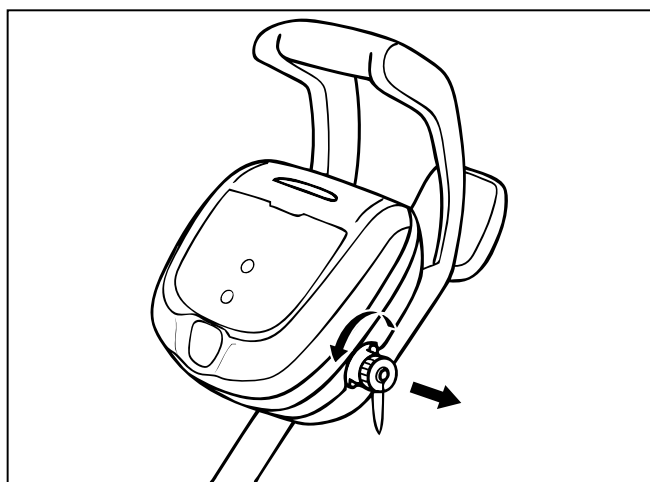

Figure 12. Retirer le capuchon protecteur
1. Dévisser le capuchon protecteur pour le cordon électrique sur le côté du module de commande en le tournant en sens antihoraire (Figure 12).